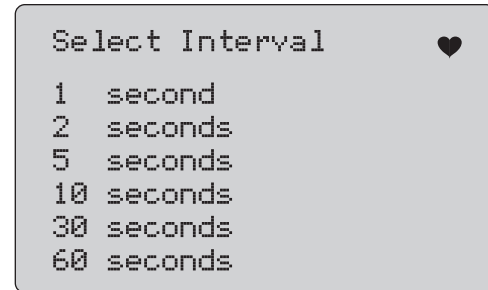

Рисунок 49. Экран Logging Interval (Интервал регистрации)
4. Выбор интервала регистрации. См. Рисунок 49.